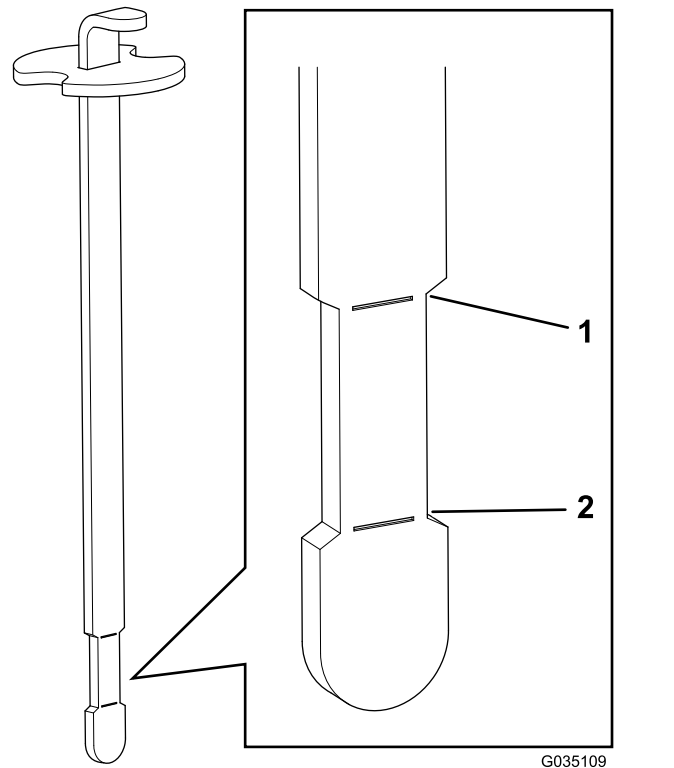

Bild 40
6. Stecken Sie den Peilstab in den Einfüllstutzen und ziehen ihn dann heraus, um den Ölstand zu prüfen (Bild 40).